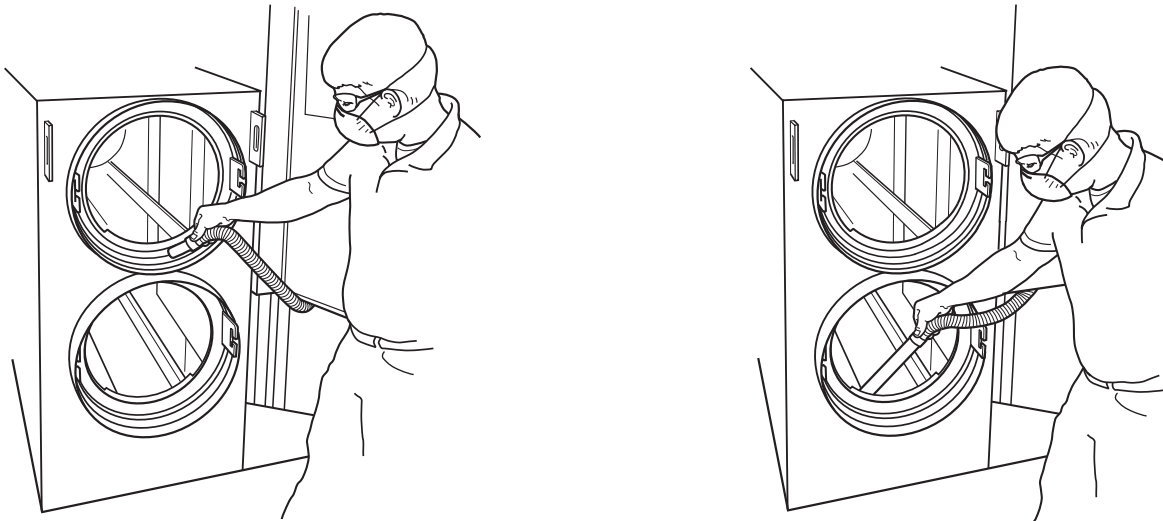

Figure 19
8. Mettez en MARCHE l'appareil de nettoyage du DPF et sélectionnez ASPIRER à partir du menu principal. Utilisez le flexible à dépression et les fixations pour retirer la cendre autour du volet de la cartouche et à l'intérieur de la chambre. Voir la figure 19.